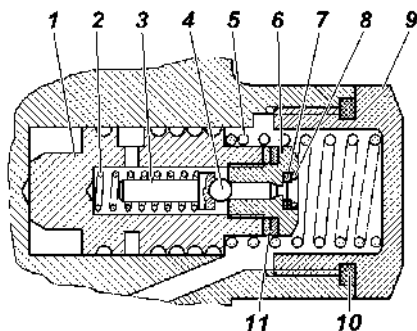

Рис. 9.27. Расходный и предохранительный клапаны насоса:
1. Отверните пробку-заглушку 9 (рис. 9.27), расположенную над выходным отверстием насоса.